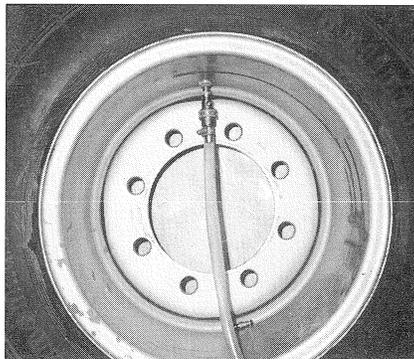

FIG. 59
- 4 - Placer le récipient avec la solution à un endroit plus haut que le pneumatique, pour un remplissage sous charge. Fig. 59.
- 5 - De temps à autre, ouvrir le clapet de purge d'air se trouvant sur la vanne de remplissage. Fig. 59.